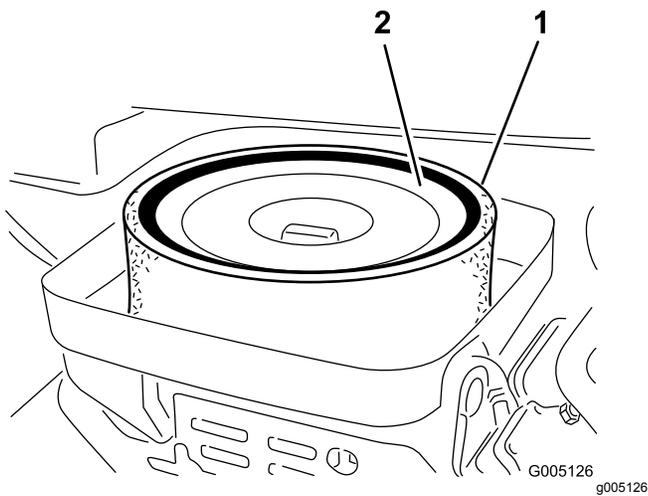

图25
3. 卸下将滤芯固定到空气滤清器壳体上的蝶形螺帽 图25。
4. 如果泡沫滤芯变脏请将其从纸质滤芯中取出 图25。按照以下方式彻底清洁滤芯